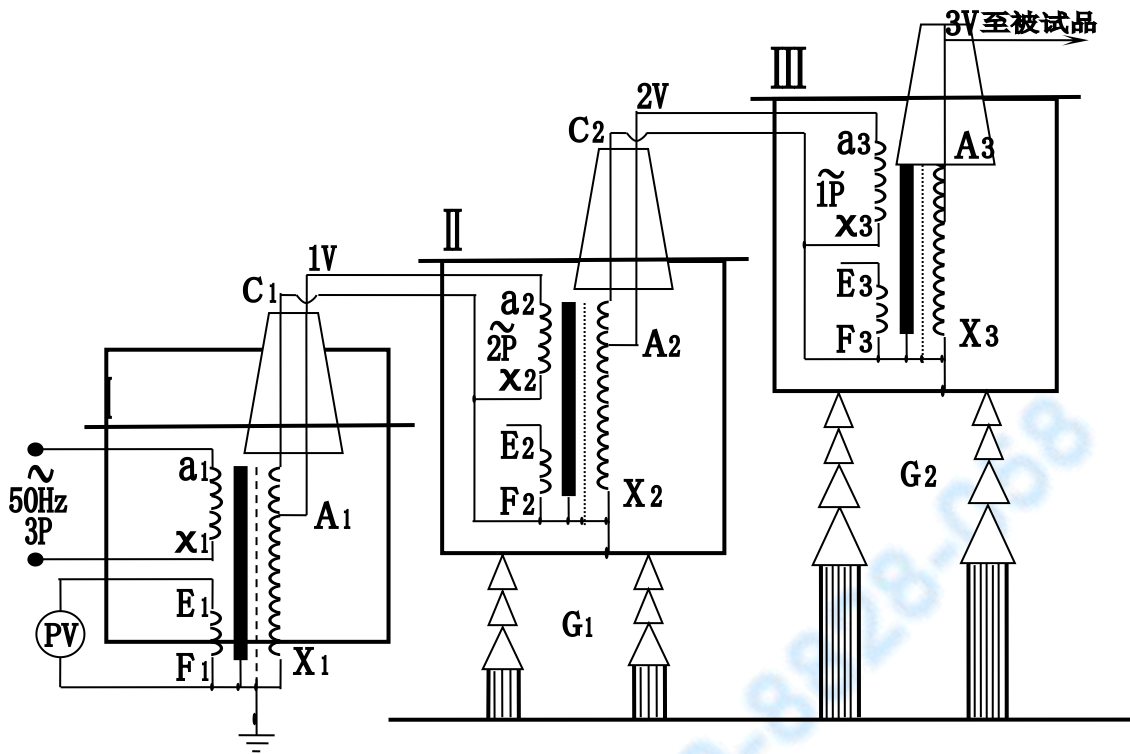

图 5：三台试验变压器串级接线原理图
3、三台试验变压器串级获得更高电压的接线原理见图 5。串级高压试验变压器有很大的优越性，因为整个试验装置由几台单台试验变压器组成，单台试验变压器容量小、电压低、重量轻，便于运输和安装。它既然可串接成高出几倍的单台试验变压器输出电压组合使用，又可分开成几套单台试验变压器单独使用。整套装置投资小，经济实惠。图 5 中，在第一级和第二级的每个单元试验变压器中都有一个励磁绕组 A1、C1 和 A2、C2。在三台串级试验变压器基本原理中，低压电源加在试验变压器 I 的初级绕组 a1x1 上，单台试验变压器 I、II、III 的输出电压都是 V。励磁绕组 A1、C1 给第二级试验变压器 II 的初级绕组供电；第二级试验变压器 II 的励磁绕组 A2、C2 给第三级试验变压器 III 的初级绕组供电。第二级试验变压器 II 和第三级试验变压器 III 的箱体分别处在对地为 1V 和 2V 的高电位上，所以箱体对地是绝缘的，试验变压器 I 的箱体是接地的。这样第一级、第二级、第三级试验变压器对地的额定输出电压分别为 1V、2V、3V；其额定容量分别为 3P、2P、1P。